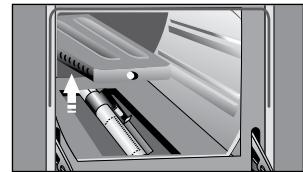

Figura 24
- Retire el difusor de calor cuando éste se encuentre frío (Ver figura 24).